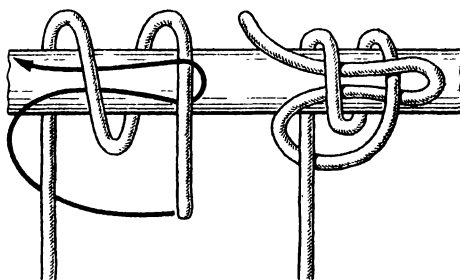

Рис. 56. Лисельный узел
**Лисельный узел** (рис. 56). На парусных судах лиселями назывались дополнительные паруса, которые ставились с каждой стороны прямых парусов на особых рангоутных деревьях — лисель-спиртах. Этим узлом лисель пришнуровывался штертами к лисель-рейке. Хотя теперь лисельный узел больше на флоте не применяется, им можно воспользоваться для крепления троса к круглому рангоутному дереву.